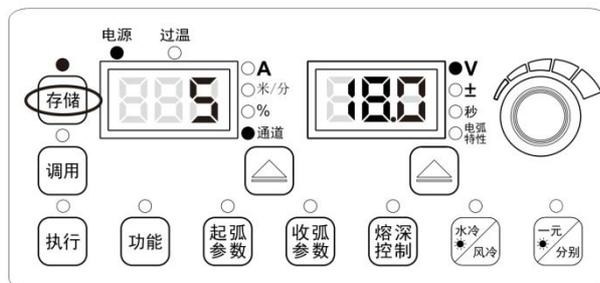

图3-16 存储设置界面
2. 用面板旋钮选择通道号（0~49），按**执行**键确认，如图 3-16 所示。